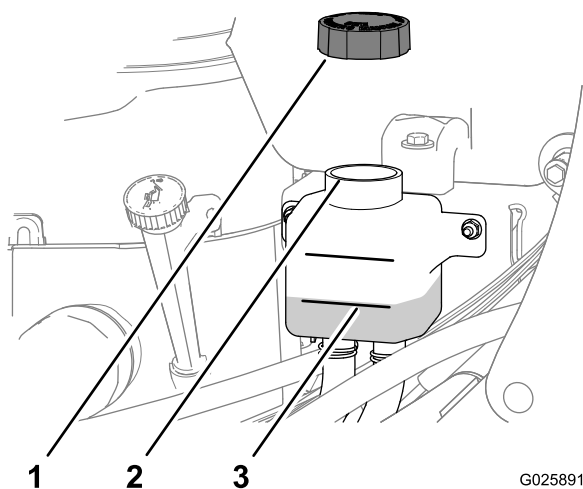

Figure 62
3. Enlevez le bouchon du vase d'expansion et contrôlez le niveau d'huile hydraulique à l'intérieur (Figure 62).
4. Au besoin, faites l'appoint d'huile de transmission spécifiée jusqu'à ce que le niveau atteigne le repère maximum à froid sur le vase d'expansion (Figure 62).